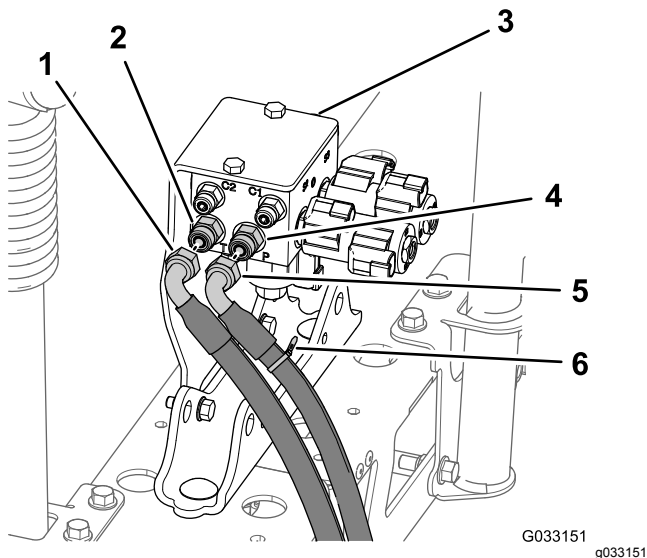

Figura 66
1. En el orificio P del distribuidor de elevación de los brazos, marque la manguera de presión hidráulica con una brida (Figura 66).
2. Desconecte las mangueras hidráulicas de presión y retorno del distribuidor de elevación de los brazos (Figura 66).